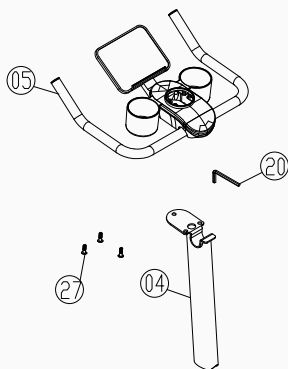

Figura 5
5. Montați Ansamblul Suportului pentru Afișaj (Partea 05) pe Ansamblul Tubului Vertical (Partea 04). Fixați cele două ansambluri cu trei șuruburi cu cap cilindric hexagonal M8×12 (Partea 27), apoi strângeți șuruburile utilizând cheia hexagonală de 6 mm (Partea 28), așa cum se arată în Figura 5.